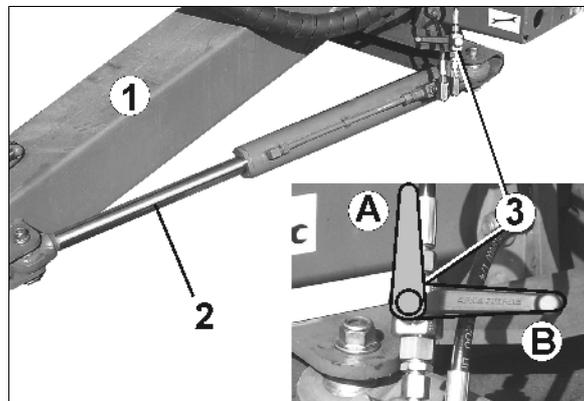

Fig. 112
- **Styretæk: Hydraulikcylinderens kuglehane (Fig. 112/3) lukkes (position B).**
I forbindelse med anvendelse af styrende træk, skal hydraulikcylinderens kuglehane (Fig. 112/3) åbnes (position A)!